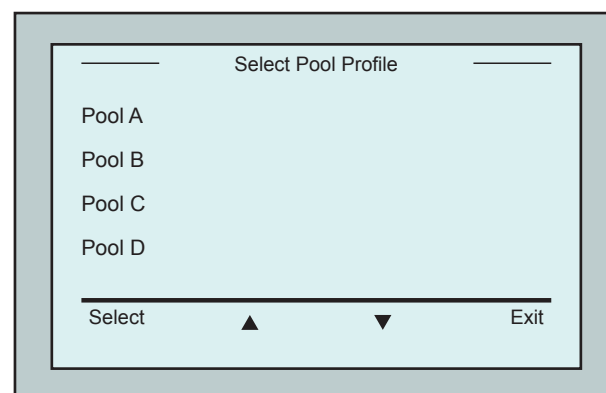

Abbildung 5: *Schwimmbadprofil*-Bildschirm
2. Drücken Sie auf Schwimmbad A, um den Bildschirm *Schwimmbadprofil* zu öffnen. Der *Schwimmbadprofil*-Bildschirm wird angezeigt (Abbildung 5).